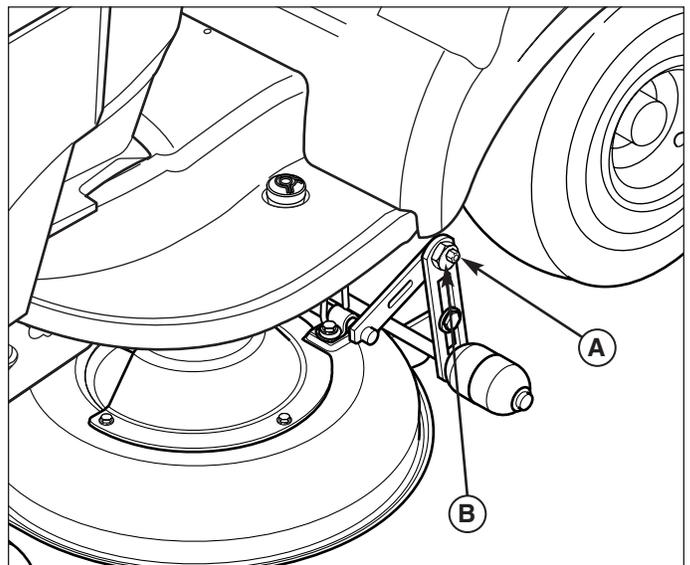

Figure 35. Mise à niveau latérale de la tondeuse
5. Voir la Figure 35. Desserrer l'écrou extérieur (A). Tourner l'écrou excentrique (B) pour lever ou abaisser le côté gauche de la tondeuse. Lorsque la tondeuse est à niveau, empêcher l'écrou excentrique de tourner lorsque vous serrez l'écrou extérieur.